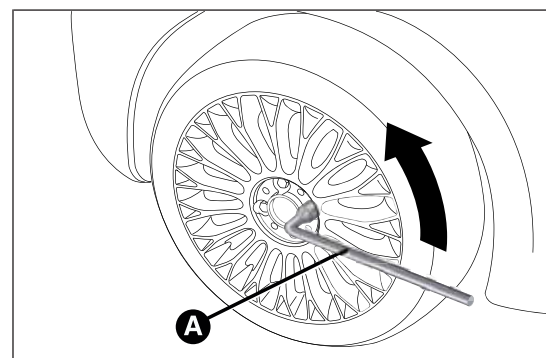

fig. 113
- ❑ prendre la clé A fig. 113 et desserrer d'un tour environ les boulons de fixation. Pour les versions dotées de jantes en alliage, secouer la voiture pour faciliter le détachement de la jante du moyeu de roue ;
- ❑ prendre la clé A fig. 113 et visser à fond les boulons de fixation ;